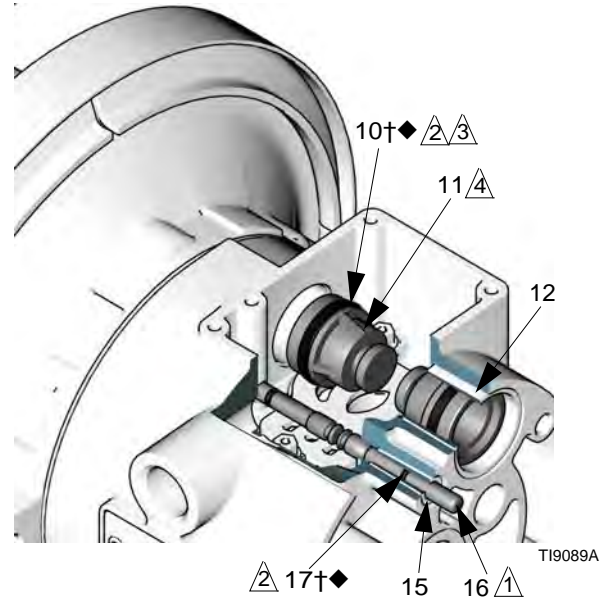

ABB. 7
4. Die beiden Stellmotorkolben (11) aus den Lagern (12) herausziehen. Die Packungen (402) aus den Kolben nehmen. Die Führungsstifte (16) aus den Lagern (15) ziehen. Die O-Ringe (17) von den Führungsstiften abnehmen. Siehe ABB. 7.
6. Die Lager (12, 15) an ihrem Platz untersuchen. Siehe ABB. 7. Die Lager sind konisch zulaufend und müssen von außen entfernt werden, wenn sie beschädigt sind. Dazu muss das Materialgehäuse zerlegt werden. Siehe Seite 24.
4. An jedem Führungsstift (16) einen O-Ring (17†◆) anbringen. Die Stifte und O-Ringe einfetten. Die Stifte mit dem **schmalen** Ende zuerst in die Lager (15) einsetzen. Siehe ABB. 7.
5. An jedem Stellmotorkolben (11) eine Packung (10†◆) anbringen, so dass die Lippen der Packungen zum **schmalen** Ende der Kolben zeigen. Siehe ABB. 7.
6. Die Packungen (10†◆) und Stellmotorkolben (11) schmieren. Die Stellmotorkolben mit dem **breiten** Ende zuerst in die Lager (12) einsetzen. Das schmale Ende der Kolben muss frei bleiben. Siehe ABB. 7.